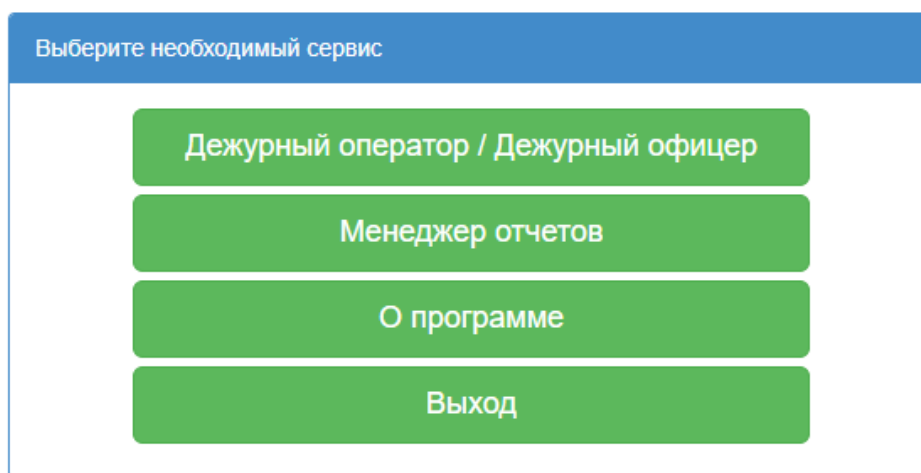

Рисунок 9
2.2.5.2 Используя беспроводную сенсорную клавиатуру из комплекта поставки ППО или клавиатуру АРМ диспетчера, ввести логин и пароль. Нажать «Войти», на ЖК-дисплее (мониторе) появится панель управления (рисунок 9)